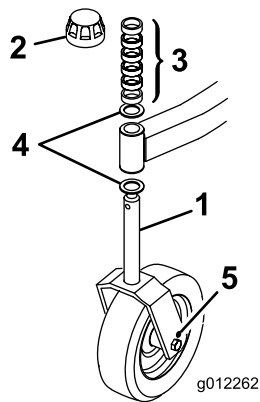
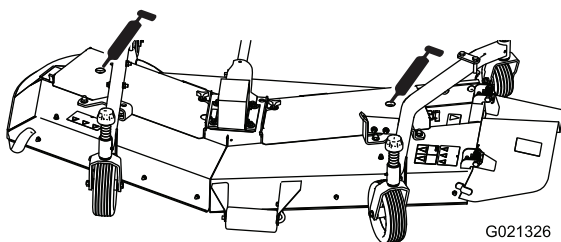

Bild 14
Bild 18
Hinweis: Ein besseres Schnittbild der Grünfläche kann bei niedrigeren Schnitthöhen erzielt werden, wenn Sie das Heck des Mähwerks absenken. Versetzen Sie hierfür die hinteren Lauftradachsen in das obere Loch der Lauftradgabeln (Bild 14). Setzen Sie die Achsen bei höheren Schnitthöhen in die unteren Löcher der Lauftradgabel, wenn Sie kein optimales Schnittbild benötigen.
2. Nehmen Sie die Spannkappe von der Spindelwelle ab. Legen Sie die Distanzstücke auf die Lauftradspindel, um die gewünschte Schnitthöhe zu erhalten (Bild 18 und 19). Schieben Sie dann eine Scheibe (Bild 14) auf die Spindel.
3. Drücken Sie die Lauftradspindel durch den vorderen Lauftradarm, setzen Sie die andere Druckscheibe und die restlichen Distanzstücke auf die Spindel und befestigen Sie alle Teile mit der Spannkappe (Bild 14).
- Messerspindellager, 2 (Bild 18)